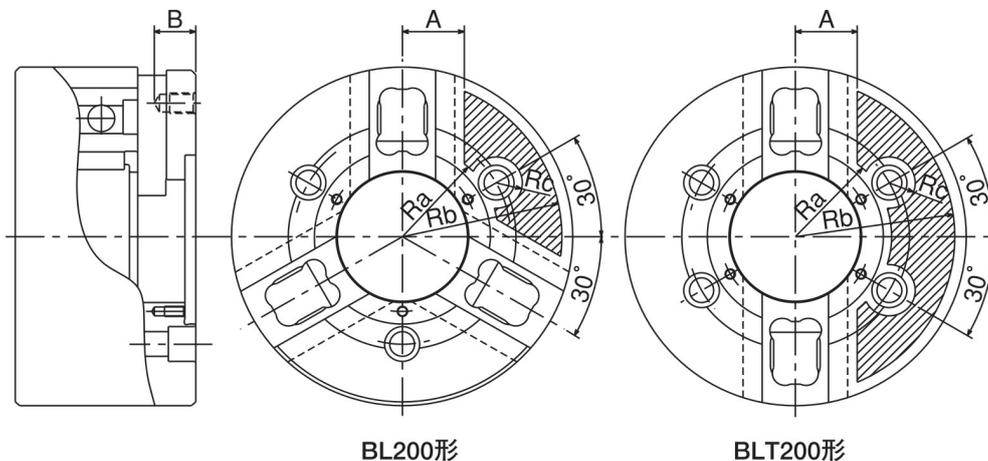

図 13
- ・チャックボデー表面にロケータや治具を取り付ける場合は、図13 に示す追加加工範囲内に穴明けを行ってください。